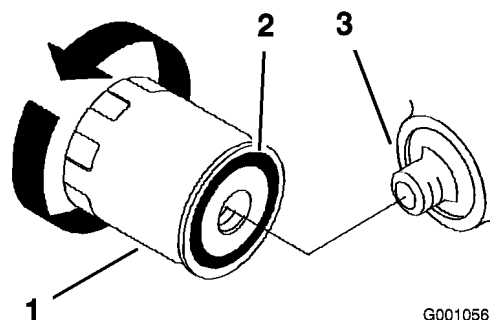

Figure 36
2. Déposez le filtre à huile usagé et essuyez la surface du joint de l'adaptateur (Figure 36).
5. Appliquez un mince film d'huile neuve sur le joint en caoutchouc du filtre de rechange (Figure 36).
6. Posez le filtre à huile de rechange sur l'adaptateur, tournez le filtre dans le sens horaire jusqu'à ce que le joint en caoutchouc touche l'adaptateur, puis serrez le filtre de 2/3 de tour à 1 tour supplémentaire (Figure 36).